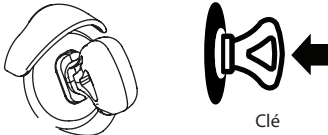

Figure 7
1. Le cas échéant, insérez la clé. (Figure 7).